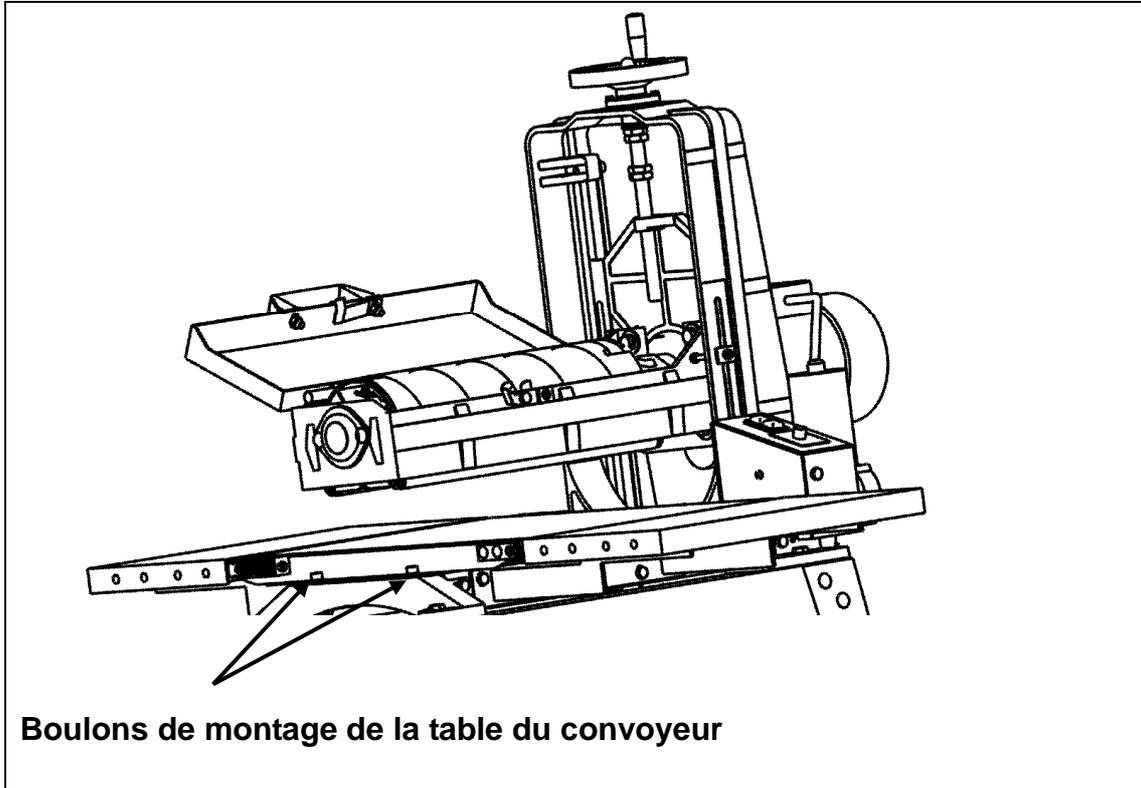

Figure 9
1. Desserrez les 2 boulons de montage de la table du convoyeur externe selon la représentation de la Figure 9.